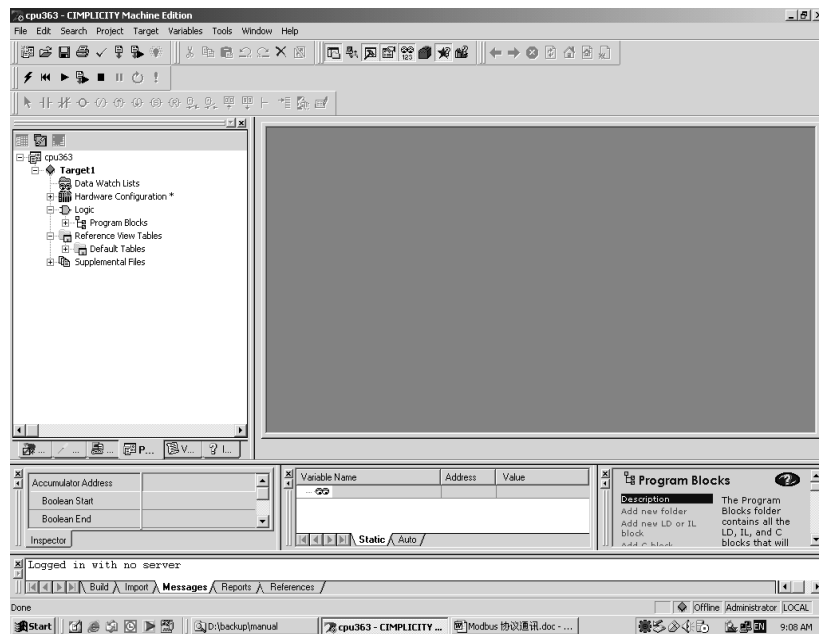

图 22
3. 将光标点在 CPU363 Fold 处，然后点击鼠标右键，出现一个下拉菜单，选择该下拉菜单第一项 Add Target，将光标移到 Add Target 上后，又出现一个下拉菜单，再将光标移到新的下拉菜单的第一项-GE Fanuc PLC 下选择 Series 90-30 PLC，出现图 22 画面